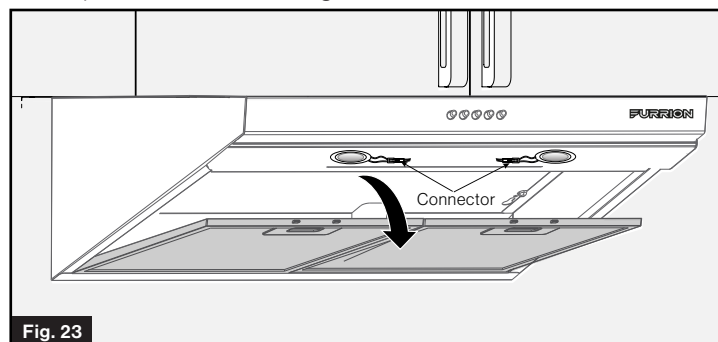

Fig. 23
3. Poussez délicatement les lampes LED vers l'extérieur de l'intérieur de la hotte de cuisine pour dégager les ampoules du boîtier. (Fig. 23)